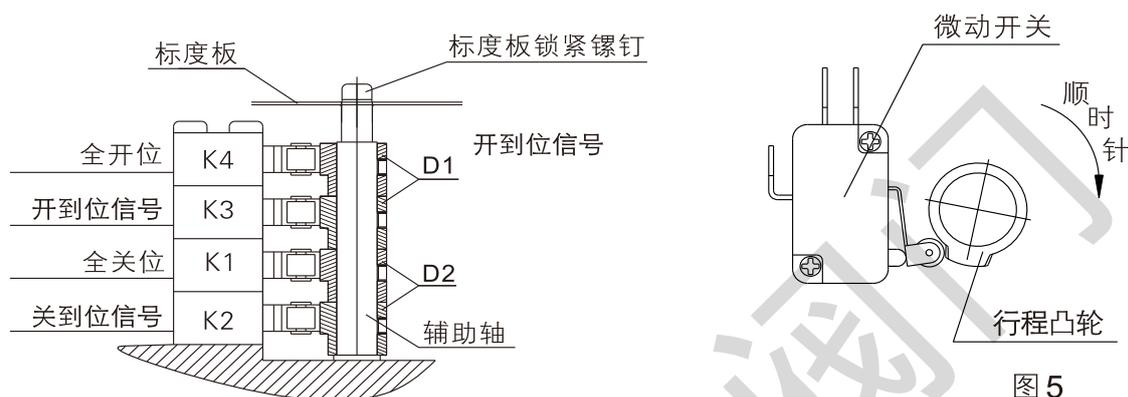

图5
1、-5型电气限位的调整（图5）
- ①全关位调整：先用手柄驱动阀门至全关位，松开标度板锁紧螺钉，调整标度板，使指针指向刻度线C（CLOSE向），并拧紧标度板锁紧螺钉。再用2mm内六角扳手顺时针方向调整关位行程凸轮，带动行程凸轮D2顺时针旋转触发K1、K2依次动作并发出响声，在K1动作并发出响声时停止调整关位行程凸轮，锁紧D2上螺钉，固定行程凸轮D2。
- ②全开位调整：先用手柄驱动阀门至全开位，使指针指向刻度线0（OPEN向），再用2mm内六角扳手逆时针方向调整行程凸轮，带动行程凸轮D1逆时针旋转触发K4、K3依次动作并发出响声，在K4动作并发出响声时停止调整开位行程凸轮，锁紧D1上螺钉，固定行程凸轮D1。